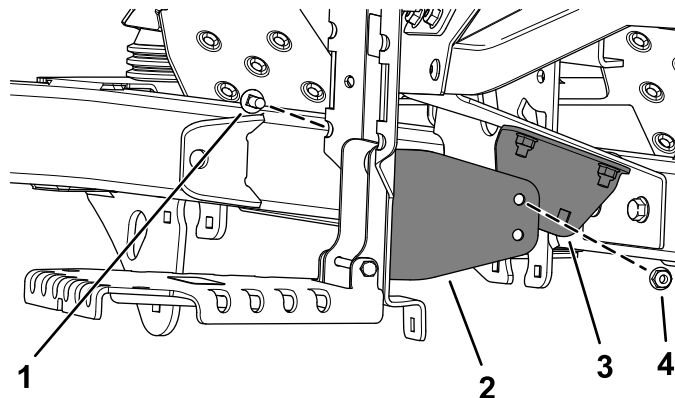

Figura 12
5. Prenda o suporte de apoio inferior no suporte de apoio interior por baixo da cobertura da consola utilizando um parafuso (5/16 pol. x 7/8 pol.) e uma porca (5/16 pol.) como se mostra na Figura 12.